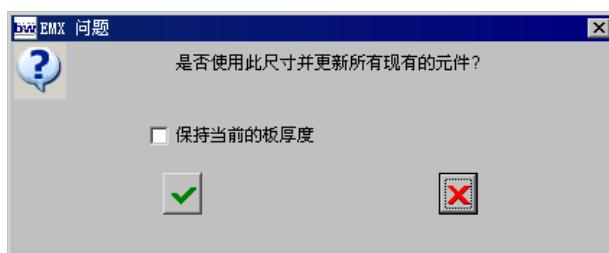
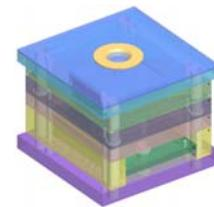

图 31.43 “EMX 问题”对话框
图 31.44 标准模架
Step3. 更改模架尺寸。在“模架定义”对话框右上角的**尺寸**下拉列表中选择**296x346**，此时系统弹出图31.43所示的“EMX问题”对话框，然后单击**√**按钮。系统经过计算后，标准模架会加载到绘图区中，如图31.44所示。